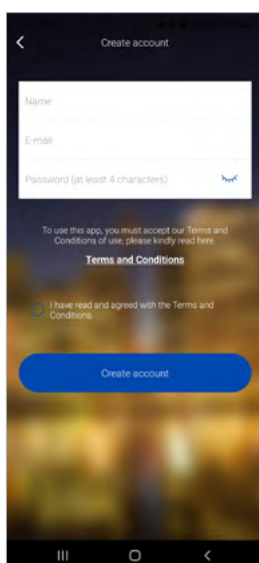
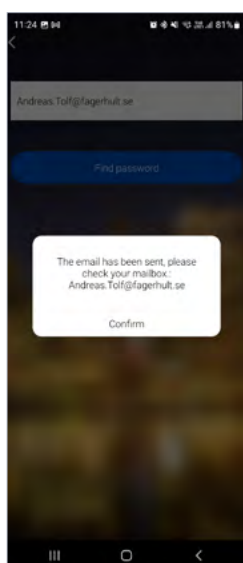

Figure 1.1 Créer un compte
Figure 1.2 Récupérer le mot de passe
2. La première fois que vous ouvrez l'application, vous devez créer un compte, remplir et accepter les conditions générales de ventes comme demandé (voir figure 1.1). Si vous oubliez votre mot de passe, cliquez sur « Mot de passe oublié ? » et l'application Fagerhult e-Sense Flex enverra le mot de passe à votre adresse e-mail, qui doit être valide (voir figure 1.2).